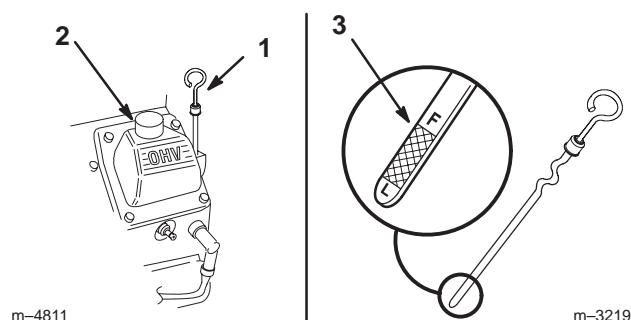

Figure 35
2. Nettoyez la surface autour de la jauge d'huile (Fig. 35) pour éviter que des impuretés s'introduisent dans le goulot de remplissage, ce qui risquerait d'endommager le moteur.
3. Sortez la jauge d'huile et essuyez soigneusement l'extrémité métallique (Fig. 35).
4. Enfoncez la jauge complètement dans le goulot de remplissage. Sortez de nouveau la jauge et examinez l'extrémité métallique (Fig. 35). Si le niveau est bas, versez lentement une quantité d'huile suffisante dans le goulot de remplissage pour amener le niveau au repère du plein (F).
5. Versez lentement environ 80% de la quantité d'huile spécifiée à la page 32 dans le goulot de remplissage (Fig. 35). Vérifiez le niveau d'huile (voir Contrôle du niveau d'huile moteur, page 32). Faites l'appoint avec précaution pour amener le niveau au repère du plein.